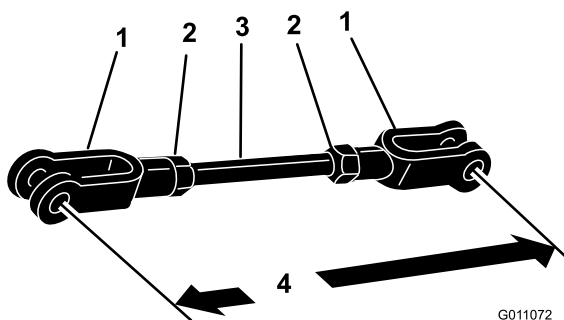

Figure 12
6. Montez les écrous et les chapes sur la tige filetée (Figure 12).
7. Réglez les chapes jusqu'à ce que les centres des trous soient espacés de 228,6 mm (Figure 12).